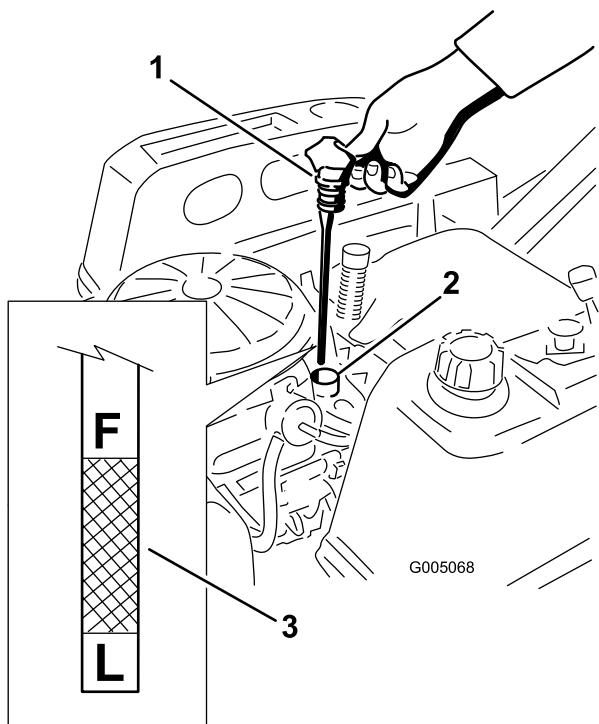

Figura 36
- Inserite l'asta di livello e premete con forza in sede (Figura 36).
- Rimuovete l'asta e controllate il livello dell'olio (Figura 36).
9. Rimovete il tappo dell'olio e l'asta di livello (Figura 36).
19. Versate lentamente nel tubo di rifornimento (Figura 36) l'80% circa dell'olio indicato.
20. Montate il tappo dell'olio e l'asta di livello e spingete saldamente in sede (Figura 36).
21. Controllate il livello dell'olio (Figura 36); fate riferimento a Controllo del livello dell'olio motore (pagina 31).
23. Montate il tappo dell'olio e l'asta di livello e spingete saldamente in sede (Figura 36).